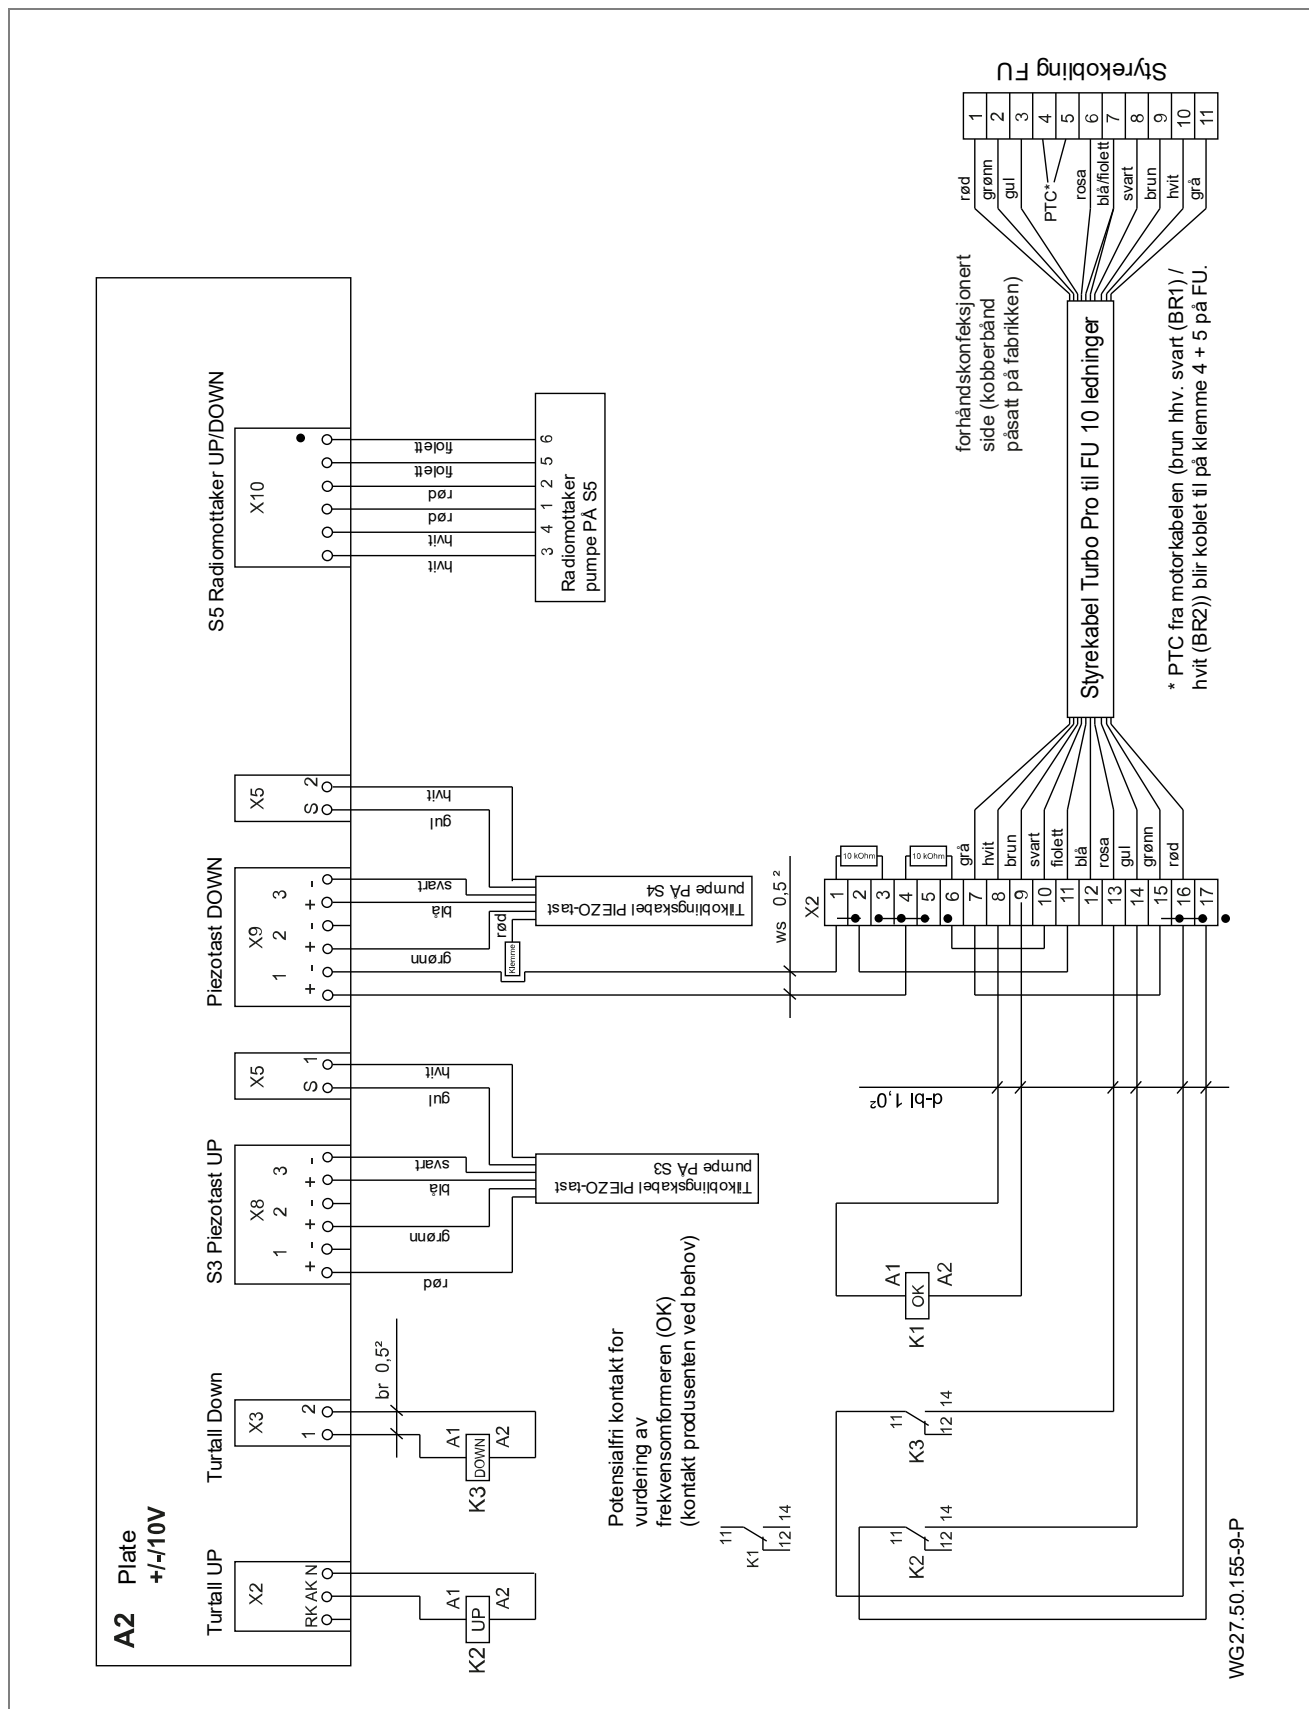

Fig. 20
14. Ledningene for PTC (brun hhv. svart (BR1) / hvit (BR2)) skal kables etter koblingsplanen. Se "Fig. 20" side 26.